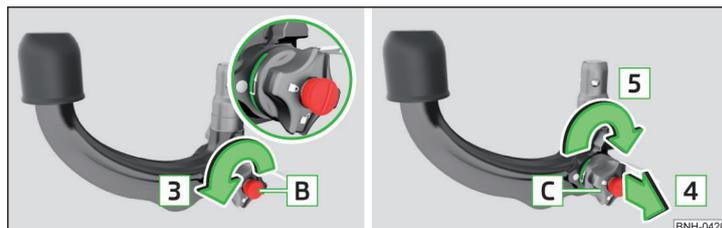

Fig. 105 Ajustar la posición de reserva
- Gire la llave [B] hasta el tope en el sentido de la flecha [3] de manera, que la flecha en la llave muestra hacia el símbolo ⚡ » fig. 105.